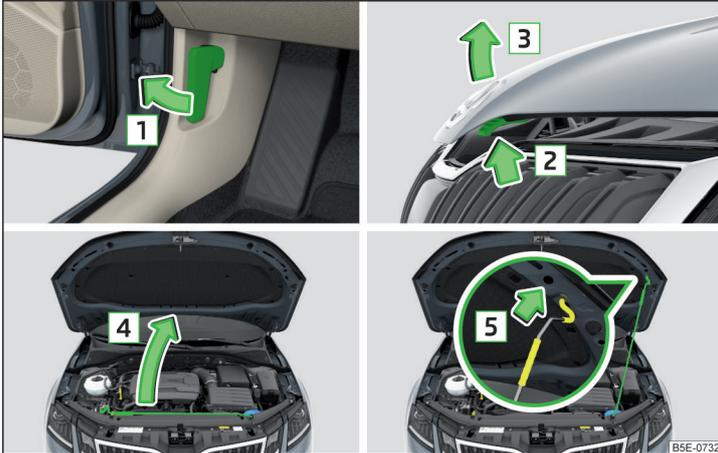

Abb. 307 Motorraumklappe öffnen
- › Die Vordertür öffnen und am Entriegelungshebel unterhalb der Schalttafel in Pfeilrichtung **1** ziehen » Abb. 307.